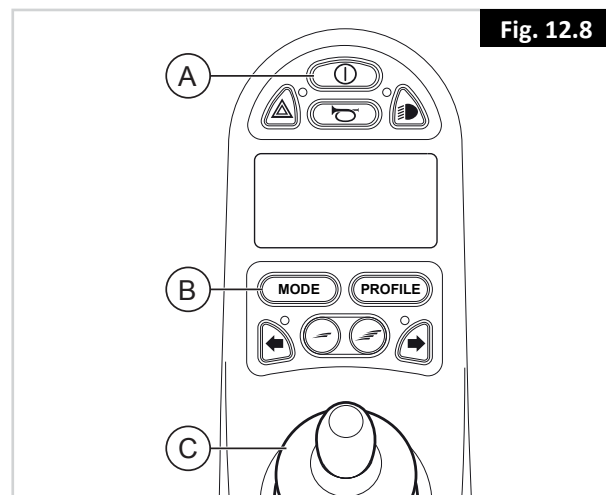

Fig. 12.8
1. Schalten Sie die Steuerung ein (A in Fig. 12.8)